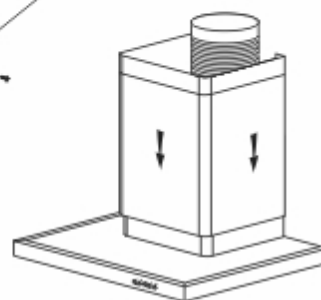

fig. 7
- Posez les 2 cheminées sur la hotte (fig.7).
- Posez la cheminée composée de 2 parties sur la hotte (fig.7).